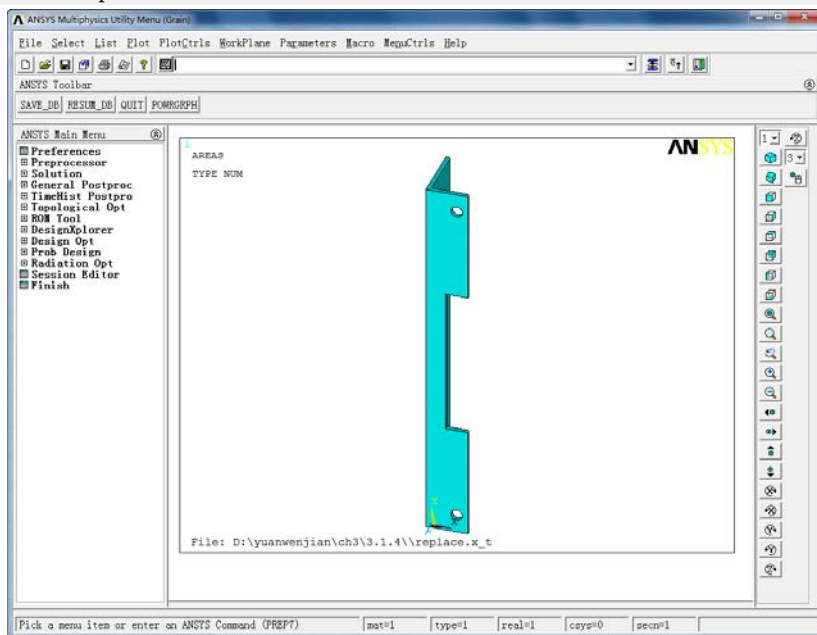

图 3-24 输入 SAT 文件后的结果
⑤ 保存数据库。在工具条上单击“**SAVE_DB**”按钮，得到如图 3-24 所示的结果。本例操作的命令流如下：